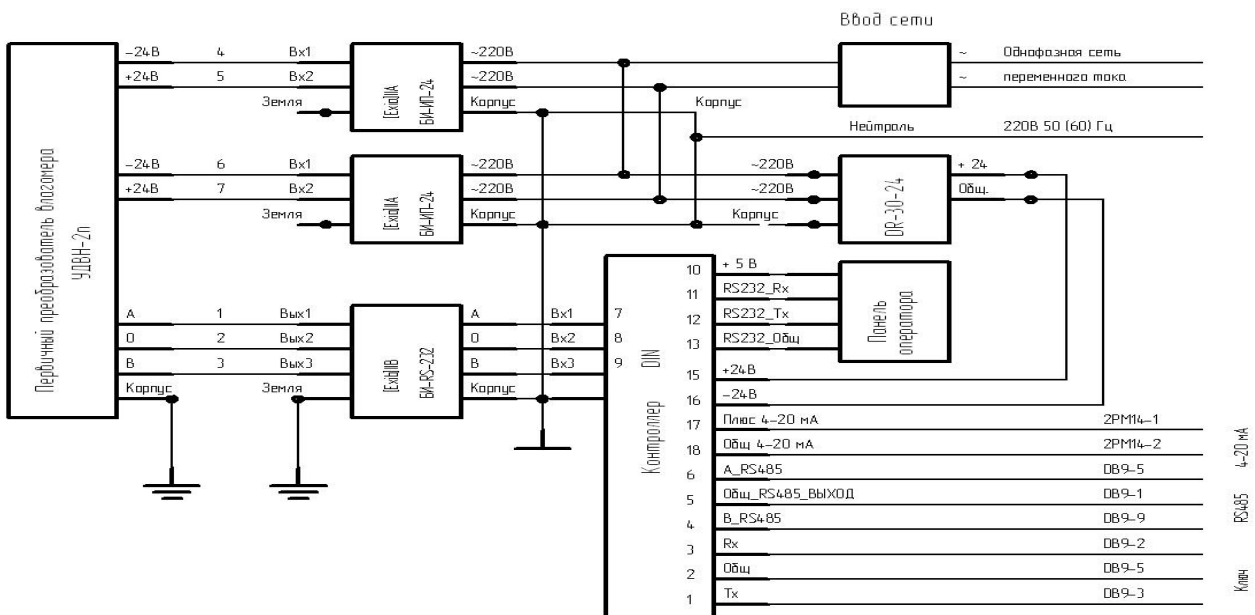

Рисунок 5 - Функциональная схема влагомера
5.5 Функциональная схема влагомера (рисунок 5)